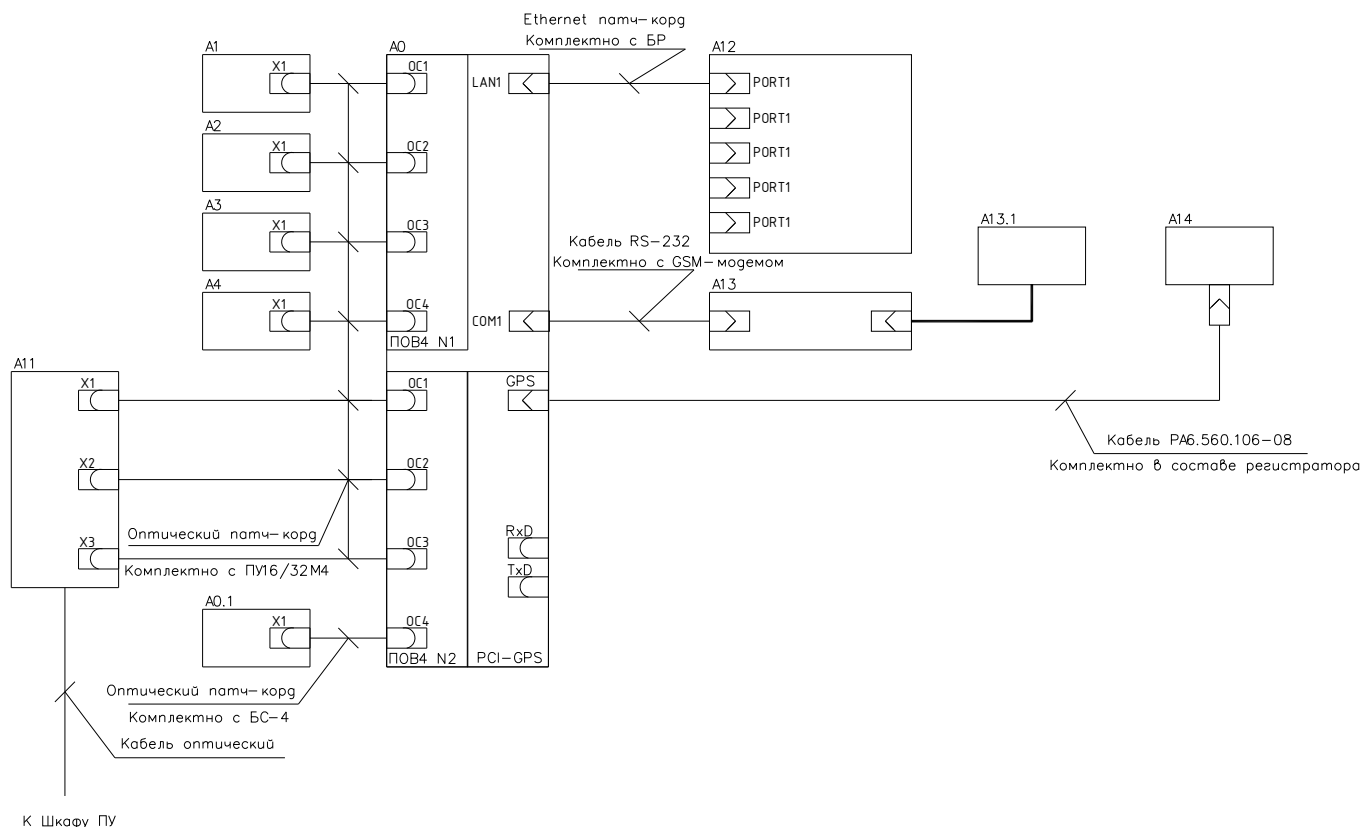

Рисунок 26
5.4.5.7 Подключить все блоки ПУ16/32М4, БПД-128М4 и БС-4 к блоку регистрации, рисунок 26. Включение и выключения регистратора необходимо осуществлять через автоматический выключатель, расположенный в помещении или в шкафу.
5.4.5.8 При подключении блоков ПУ16/32М4, БПД-128М4 и БС-4 к блоку регистрации конкретного регистратора, следует руководствоваться схемой электрической подключения, рисунок 26.